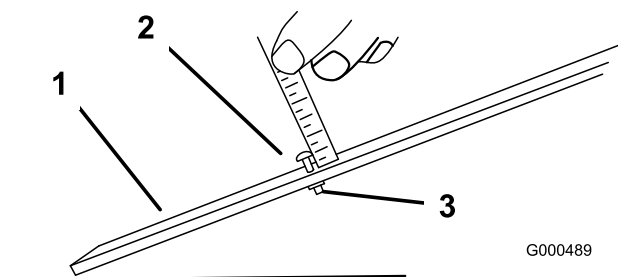

Figura 54
2. Desaperte a porca da barra indicadora (Figura 54) e regule o parafuso de ajuste para a altura de corte desejada. A altura de corte corresponde à distância entre a parte inferior da cabeça do parafuso e a superfície da barra.